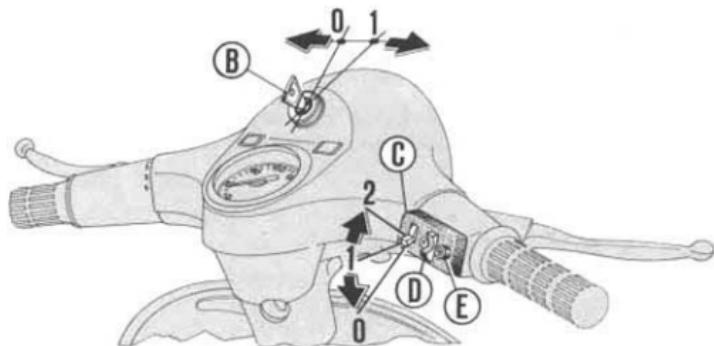

Fig. 23
1. Key controlled switch (for the positions see fig. 23 and 26) - 2. Clutch control (lever) and gear change (twist grip.) - 3. Front brake lever - 4. Throttle twist grip. - 5. Switch
1. Commutateur par clé (pour les positions voir fig. 23 et 26) - 2. Levier commande embrayage et poignée de changement de vitesses - 3. Levier frein AV - 4. Commande gaz - 5. Comutateur-déviateur - 6. Mâchoires frein AV. - 7. Pédale frein AR - 8. Levier du démarreur - 9. Dispositif de réglage commande changement de vitesses - 10. Mâchoires frein AR. - 11. Embrayage - 12. Carburateur et filtre à air - 13. Commande « starter » - 14. Robinet mélange - 15. Poussoir (avec serrure par clé) pour dégagement selle biplace (basculante) - 16. Bouchon du réservoir.
1. Comutador con llave (para las posiciones ver fig. 23 y 26) - 2. Mando del émbraque combinado con el mando cambio - 3. Palanca freno delantero - 4. Puño mando gas - 5. Comutador - 6. Zapatas freno delantero - 7. Pedal freno trasero - 8. Palanca de puesta en marcha - 9. Ajuste mando cambio - 10. Zapatas freno trasero - 11. Embrague - 12. Carburador y filtro de aire - 13. Mando estrangulador del aire - 14. Llave de gasolina - 15. Pulsador (con cerradura de llave) para desbloqueo sillín biplaza (basculante) - 16. Tapón depósito mezcla.
- Main switch « B », key operated, for engine ignition (position 1) and for engine cut-out (position 0 extractable key) placed on the handlebars, central part, (see fig. 23).
- Switch « C » (on handlebars, R. H.) with lever « D » (high beam and low beam), and with a horn « E » (see fig. 23).
- Commutateur principal « B » à clef, circuit inséré pour l'emploi (position 1) et d'arrêt moteur (position « 0 », clef extractible) placé sur le guidon dans la partie centrale. Voir fig. 23).
- Commutateur « C », côté droit du guidon, avec levier « D » de commutation phare - code et poussoir pour l'avertisseur « E » voir fig. 23).
- Un conmutador principal «B» con llave, de predisposición a la marcha (posición 1) y de parada motor (posición «0», la llave puede sacarse), centro del manillar (fig. 23).
- Un conmutador «C» lado derecho del manillar, con palanquita «D» para las luces de cruce y carretera y pulsador del claxon «E» (ver fig. 23).
Key switch (extractable) placed on the handlebars central part (fig. 23).
Light switch on the headlamp, located on handlebars, R. H. (see fig. 23).
Commutateur à clé (extractible) installé au centre du guidon (fig. 23).
Commutateur feux du projecteur, guidon côté droit (fig. 23).
El faro piloto bombilla de 5 W (luz roja de posición y alumbrado de matrícula), de 10 W (luz roja de stop). **Conmutador con llave** (que puede sacarse) situado en el centro del manillar (ver fig. 23).
Conmutador luces faro sobre el manillar lado derecho (ver fig. 23).
Notice - In case of hard starting see page 46. When push starting should be attempted (see page 46), first turn switch key (« B » fig. 23) on position 1 (circuit on).
Lorsque on doit effectuer (comme indiqué à la page 46) le démarrage en poussant le scooter, il faut d'abord tourner la clef du commutateur (« B », fig. 23) dans la position 1 (circuit inséré).
Cuando haya que intentar el arranque empujando la moto (como indicado en la pág. 47), es necesario antes girar la llave del conmutador (« B » fig. 23) en la posición 1 ~~en la disposición a la marcha~~.